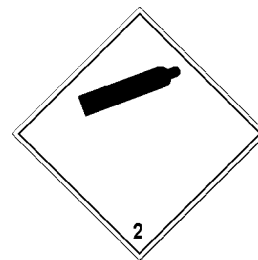

Fig. 5
- Para el transporte en vías públicas, las botellas de aire comprimido llenadas a una presión superior a 2 bar están sujetas a las regulaciones de transporte de mercancías peligrosas de GGVSE y ADR. Las botellas de aire comprimido o, en su defecto, el embalaje de transporte deben estar etiquetados con la etiqueta de peligro n.º 2.2 conforme al subapartado 5.2.2.2 ADR (véase la fig. 5).